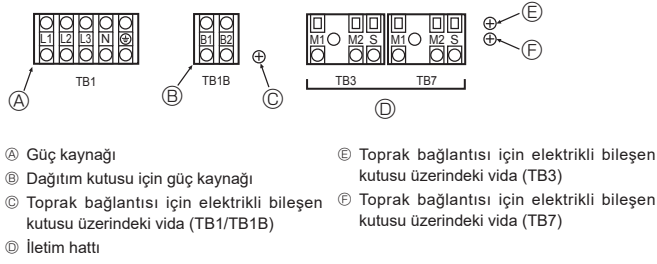

Fig. 6-1
6.2. Kontrol kutusu ve tesisatın bağlantı konumu (Fig. 6-1)
- Dış ünite ile iç ünite veya dağıtım kutusu arasındaki kablo tesisatını dış ünitenin iletim terminali blokuna (TB3) bağlayın. Dış ünite ile merkezileştirilmiş kontrol sistemi arasındaki kablo tesisatını dış ünitenin iletim terminali blokuna (TB7) bağlayın. Korunmalı kablo sistemi kullanırken, korunmalı kablo sisteminin topraklamasını terminal blokunun (TB3) veya (TB7) koruma terminaline (S) bağlayın. Dış ünitenin iletim elektrik beslemesi konektörünün CN41'den CN42'ye değiştirilmiş olması durumunda, terminal blokunun (TB7) koruma terminalini (S) verilen kabloyu kullanarak vidaya (E) bağlayın.
* İletim terminali blokunun (TB3) koruma (S) terminali, fabrikadan gönderildiğinde topraklamaya (E) bağlıdır.